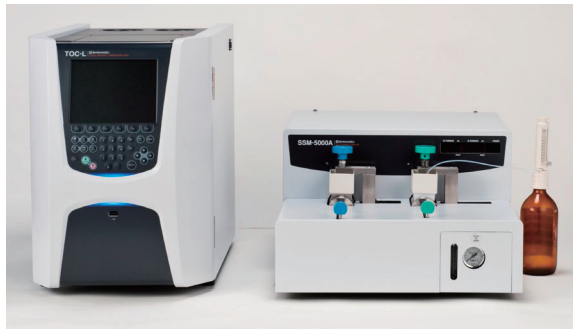

图 1 TOC 固体样品测定系统
混凝土是现代社会必不可少的土木、建筑用材, 用途涵盖建筑、道路、隧道等多种领域。与水泥和集料、水等混合凝固, 非常坚固, 但仍有若干导致缺口和裂缝的劣化因素。其中最严重的劣化因素之一为“碳化”。由于混凝土中含有大量钙, 因此通常呈强碱性, 吸收空气中的二氧化碳等含碳气体后, 形成碳酸钙, 碳化逐渐加重。为此, 在研究水泥产品改良和材料开发过程中, 需要正确掌握材料中的碳酸钙含量, 以定量评价碳化。本文介绍了通过图 1 的 TOC 固体样品测定系统测定混凝土材料水泥标准样品中无机碳含量 (IC) 的案例。